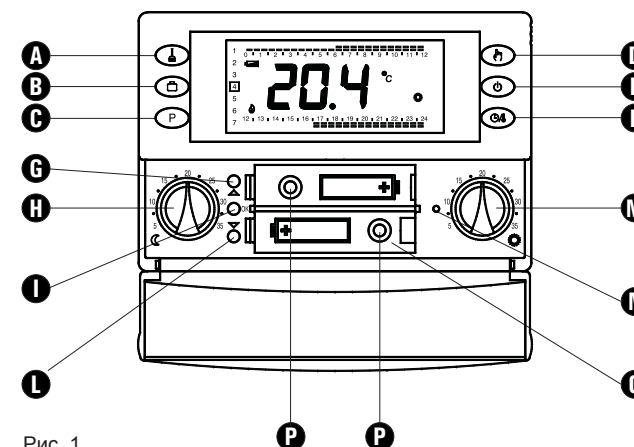

Рис. 1
5. Установить батарейки в отсек для батареек (O на рис. 1); смотреть параграф 'УСТАНОВКА/ЗАМЕНА БАТАРЕЕК'.